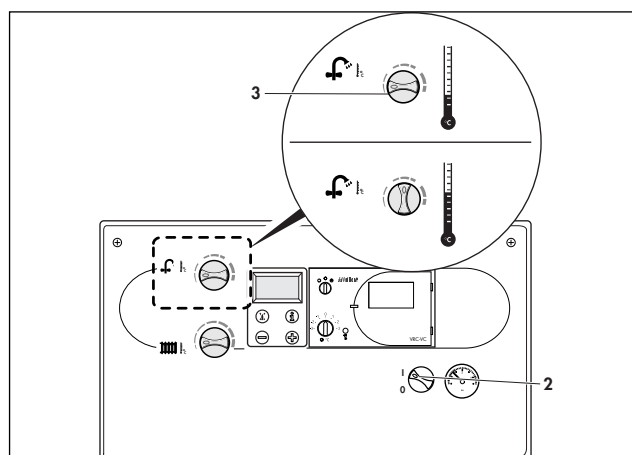

Fig. 3.5: Varmtvandsopvarmning
Ved en vand-hårdhedsgrad på mere end 10° dh (1,79 mol/m³) stilles drejeknappen (3) maksimalt i midterstillingen (fig. 3.5).